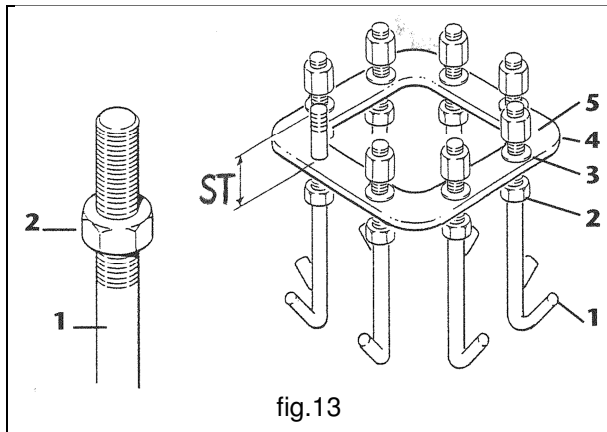

fig.13
- Visser sur toutes les tiges d'ancrage **1** les écrous bas **2**, en laissant dépasser la partie filetée correspondant à la cote **ST** (fig.13) - (pour la saillie **ST**, voir "Systèmes de fixation" à la page 13).